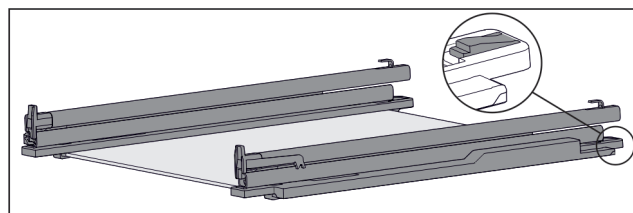

Fig. 95 Sklenená doska s koľajničkami a prídržnými dielmi
- ▶ Potlačte prídržný diel vzadu nadol (pozri Fig. 95) a súčasne posuňte koľajničku dozadu.